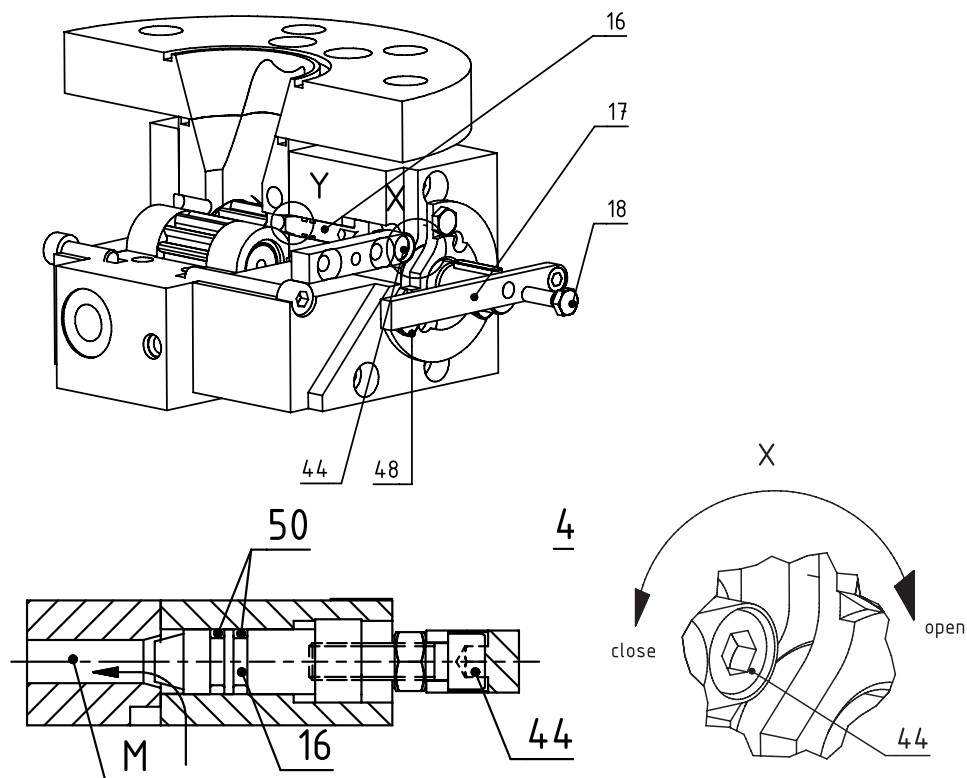

Рисунок 5.9 Медленно поворачивать регулировочный винт 44 влево (close)
- ☐ 7.3 поворачивать регулировочный винт 44 влево, пока подаваемая среда вытекает из сливного отверстия N (рисунок 5.9, страница 32).